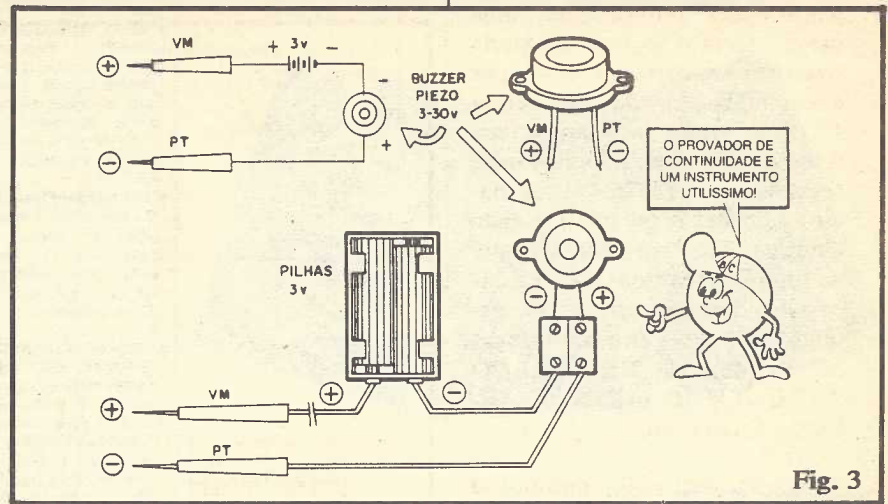
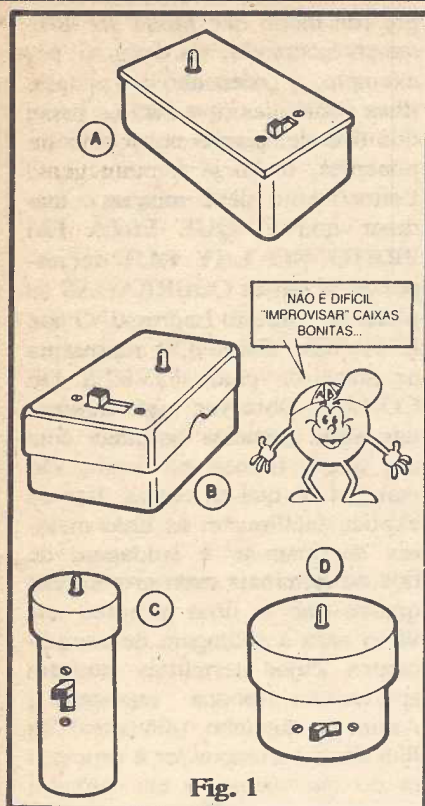

Fig. 3
Fig. 1
de um instrumento de teste também, porém destinado a verificar se há continuidade elétrica entre dois pontos de um circuito, montagem ou experiência... A coisa é muito simples, e o esquema, montagem e outras informações estão na fig. 3: nada mais do que duas pilhas pequenas (totalizando 3 volts) no conveniente suporte, mais um **buzzer** piezo ("buzininha" eletrônica, adquirível pronta, nos varejistas de componentes...) do tipo que pode funcionar sob tensões entre 3 e 30 volts. As duas pontas de prova (**vermelha** para o **positivo** e **preta** para o **negativo**...) podem ser usadas para verificar se a corrente "está passando" entre dois pontos (daí o nome que se dá a dispositivos desse tipo: **PROVADOR DE CONTINUIDADE**...). Se a resistência ôhmica "vista" pelas duas pontas de prova for nula ou baixa, um sinal sonoro será nitidamente emitido pelo circuito. Por outro lado, se as pontas de prova forem aplicadas a locais eletricamente isolados um do outro (ou entre os quais exista uma **grande** resistência...), o sinal sonoro não se manifestará. Com um "tiquinho" de raciocínio e bom senso, **muita** coisa importante pode ser deduzida desses simples fatos ou circunstâncias básicas... O
Na fig. 1 temos alguns bons exemplos desses "aproveitamentos" e improvisos (todos com bom resultado final...): em 1-A uma caixa para alimentos (tipo "tuper") adquirível em super-mercados ou casas de artigos domésticos; em 1-B uma simples saboneteria plástica (baixíssimo preço, encontrável num "monte" de casas que vendem "quinquilharias" domésticas). Em 1-C e 1-D, sugestões para o aproveitamento de embalagens vazias de cosméticos ou medicamentos...
- **FIG. 3** - Esquema do circuito a ser implementado. Trata-se, obviamente, de uma "caquinha": um LED, protegido pelo devido resistor/limitador, que acende, energizado por um par de pilhas, ao ser ligado um interruptor simples. Essa absoluta simplicidade tem como motivo facilitar o entendimento "visual" ao Leitor/Aluno que ainda não tem a menor idéia de como é esse "negócio" de Circuito Impresso. Na prática, a técnica vale justamente para os circuitos mais complexos (uma vez que montagens simples, como a esquematizada na fig. 1, podem perfeitamente ser realizadas sob técnicas mais rudimentares...).